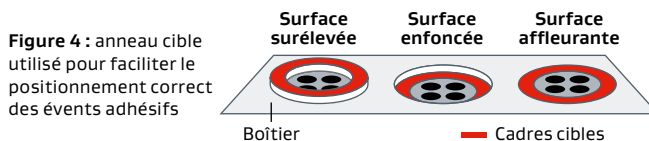

Figure 4 : anneau cible utilisé pour faciliter le positionnement correct des événements adhésifs
- La précision du positionnement de l'événement peut être améliorée en préparant une « zone cible » sur le boîtier (fig. 4).